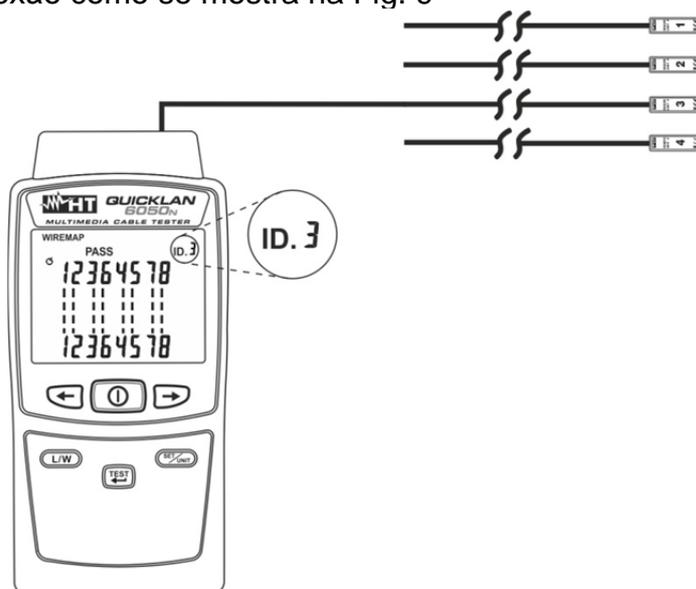

Fig. 9: Ligação do instrumento a mais unidades remotas
4. Conectar a extremidade de um dos cabos em teste (ex: #3) aos conectores RJ45 ou RJ11 de entrada do instrumento e à unidade remota correspondente (ex: #3) usando os cabos de conexão como se mostra na Fig. 9